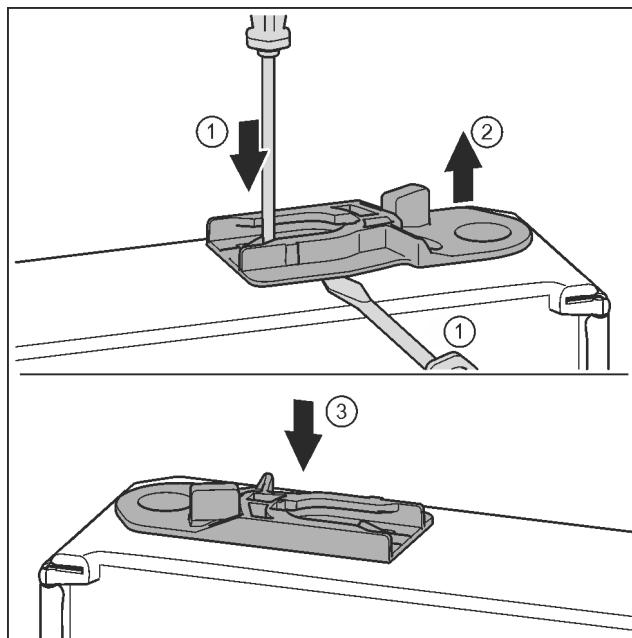

Fig. 37
- Витягніть направляюче гніздо: Натисніть шліцевою викруткою накладку і одночасно підведіть її під направляюче гніздо. Fig. 37 (1, 2)
- Направляюче гніздо, що входить до складу поставки, вставити з іншого боку корпуса. Fig. 37 (3)